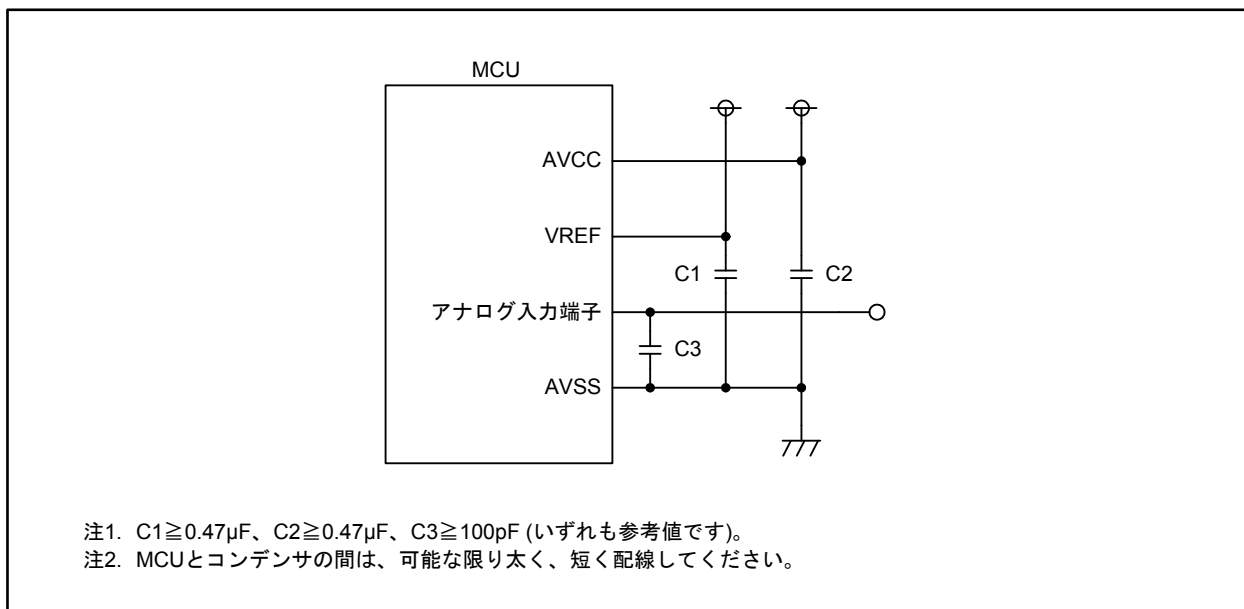

図 18.13 A/D関連端子の処理例
- ノイズによる誤動作やラッチアップの防止、または変換誤差の低減のため、AVCC端子、VREF端子、アナログ入力端子(AN_0~AN_7, AN0_0~AN0_7, AN2_0~AN2_7)とAVSS端子の間にそれぞれコンデンサを挿入してください。図 18.13に端子の処理例を示します。